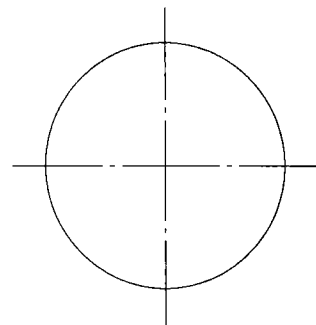

图1 对角在水平点画线上
2. 用三角板作出图 1 的外切正六边形、图 2 的内接正六边形。